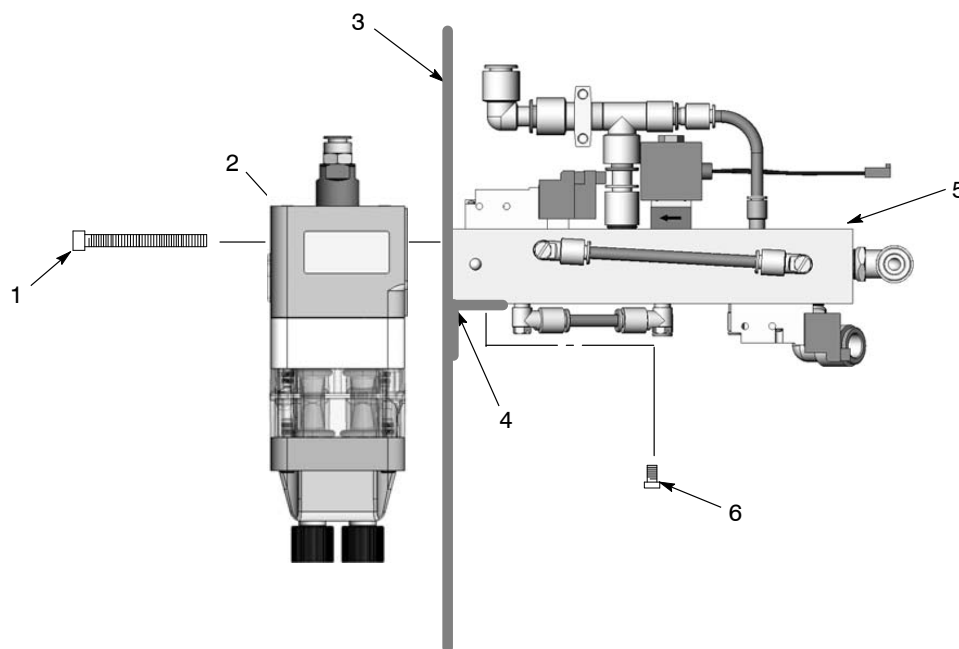

Рис. 4-1 Монтаж насоса и коллектора
1. См. рис. 4-1. Убедиться, что прокладки насоса (2) и коллектора (5) не повреждены. Заменить прокладки, если они повреждены.
2. Используя подходящий монтажный кронштейн (4), установить коллектор на стенку (3) панели насосов. Закрепить коллектор монтажными винтами (6), но не затягивать винты.
3. Закрепить насос на панели насосов и коллекторе монтажными винтами (1). Надежно затянуть монтажные винты насоса.